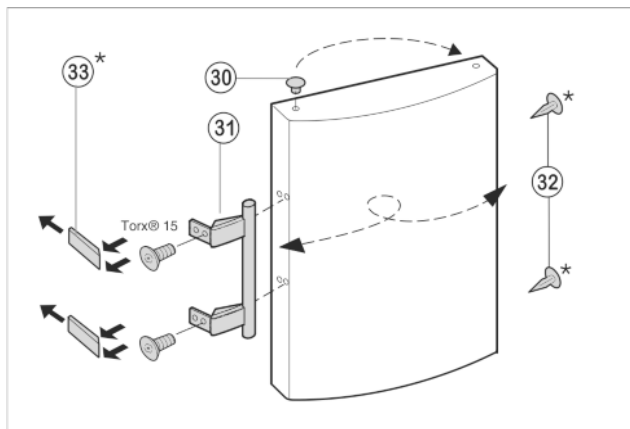

Fig. 7
- Stopfen Fig. 7 (30) aus der Tür Lagerbuchse herausheben und umsetzen.
- Türgriff Fig. 7 (31), Stopfen Fig. 7 (32) und Druckplatten Fig. 7 (33) abmontieren und auf die Gegenseite umsetzen.